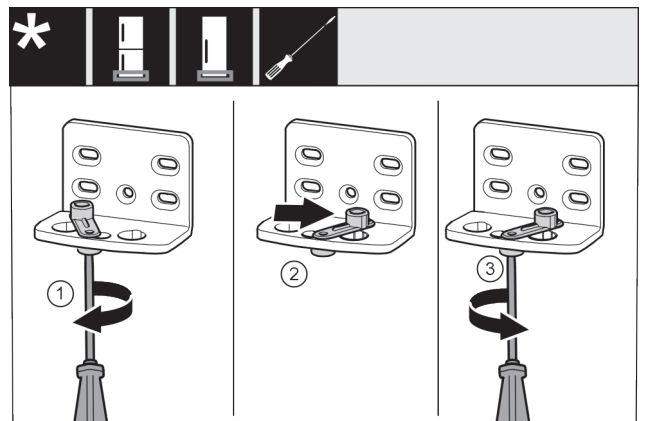

Fig. 18
- ▶ Schraube Fig. 18 (1) mit Schraubendreher lose schrauben.
- ▶ Türschließhilfe Fig. 18 (2) anheben und um 90° nach rechts in Bohrung drehen.
- ▶ Schraube Fig. 18 (3) mit Schraubendreher festschrauben.